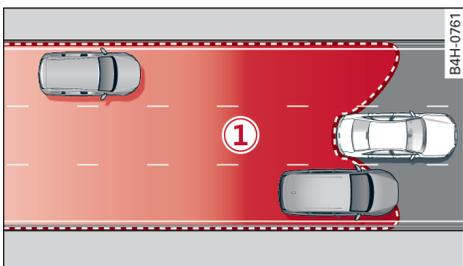
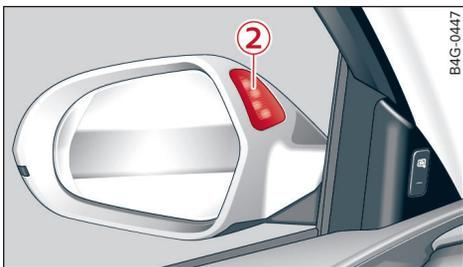

图 182 感应器的探测范围
图 183 车外后视镜上的显示
⇨ 图 182 内驶近的或并行的汽车发出警告：如果某次换道被判定有危险，那么车外后视镜中的显示 ② 亮起 ⇨ 图 183。